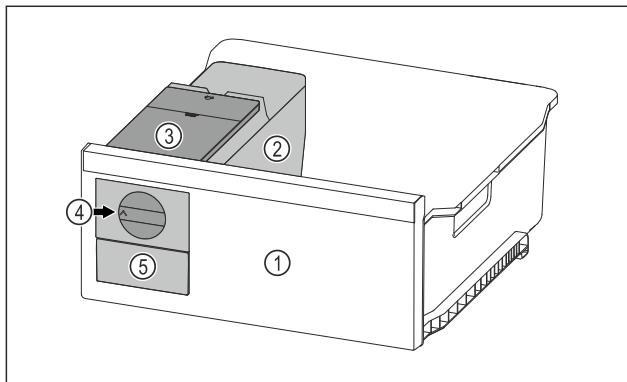

Fig. 120 Ілюстративне зображення
- ▶ Поворотну ручку Fig. 120 (4) повернути за годинниковою стрілкою до упору.
- ▷ Кубики льоду випадають із ванночки для кубиків льоду у висувний ящик для кубиків льоду Fig. 120 (5). Якщо не всі кубики льоду виймаються з ванночки для кубиків льоду: